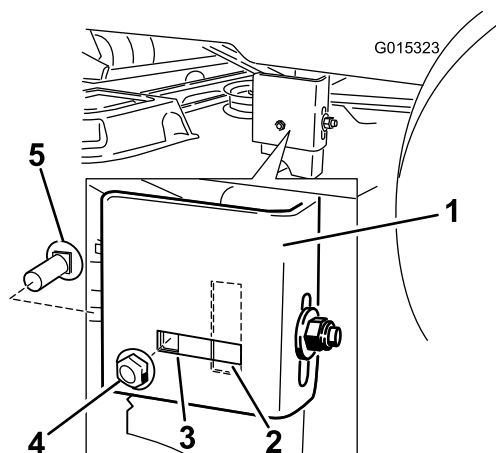

Figura 50
7. Vaya al lado izquierdo de la máquina. Compruebe si el perno de cuello cuadrado lateral está en la posición fija o ranurada (Figura 50).